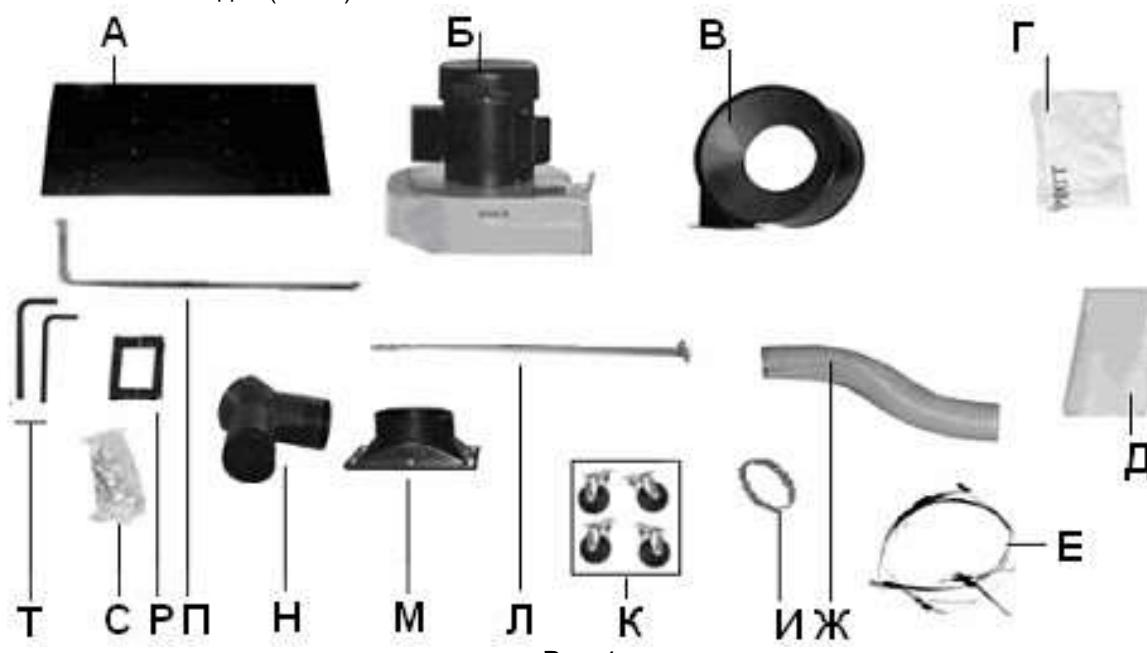

Рис. 1.
- 3.1. В комплект поставки входит (Рис.1).